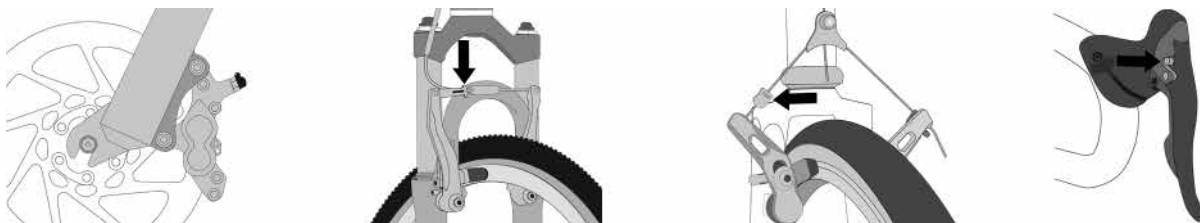

Abb. 20, Abb. 21, Abb. 22, Abb. 23
3. Einige Fahrradbremsen, wie Scheibenbremsen (Abb. 20) und Linearzugbremsen (Abb. 21), sind extrem stark. Machen Sie sich sorgfältig mit diesen Bremsen vertraut und lassen Sie besondere Vorsicht bei ihrem Gebrauch walten.